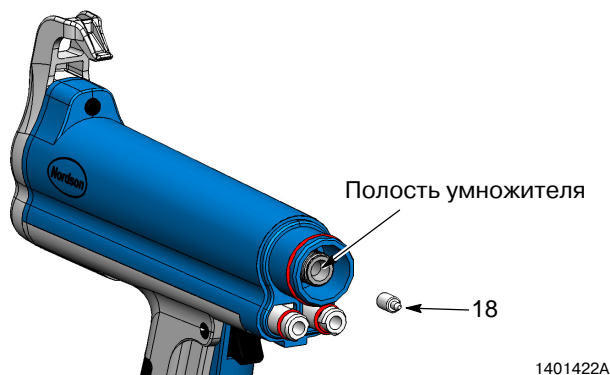

Рис. 5 Извлечение контактного наконечника
5. См. рис. 5. Вынуть контактный наконечник (18) из полости умножителя. Вытереть диэлектрическую пластичную смазку с контактного наконечника.
1. См. рис. 5. Вставить контактный наконечник в полость умножителя. Заполнить полость умножителя диэлектрической пластичной смазкой.